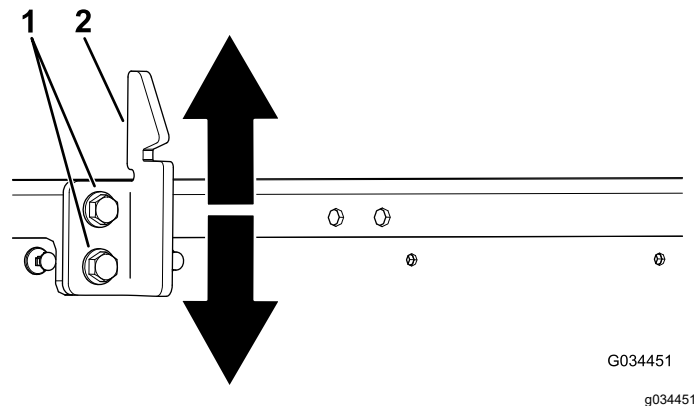

Figura 9
- Allentate i 2 bulloni sul gancio di chiusura del pianale e spostate il gancio su o giù, a seconda se è troppo alto o troppo basso (Figura 9).
- Serrate i 2 bulloni sul gancio di chiusura del pianale (Figura 9).